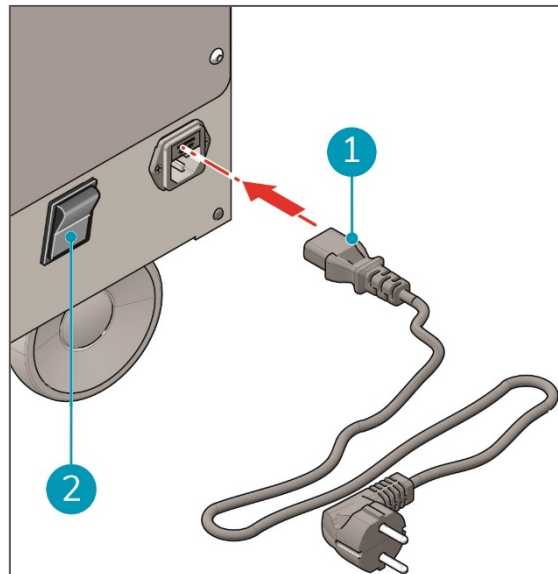

Abbildung 8
1. Stecken Sie das Netzkabel in die Netzkabelbuchse des i-air Pro und den Netzstecker in die Steckdose (Abbildung 8, Pos. 1).
2. Drücken Sie den Hauptschalter, um die Stromversorgung einzuschalten (Abbildung 8, Pos. 2).
3. Drücken Sie den Hauptschalter (Abbildung 8, Pos. 2) erneut, um die Stromversorgung auszuschalten.
1. Drücken Sie den Hauptschalter, um die Stromversorgung einzuschalten (Abbildung 8, Pos. 2).